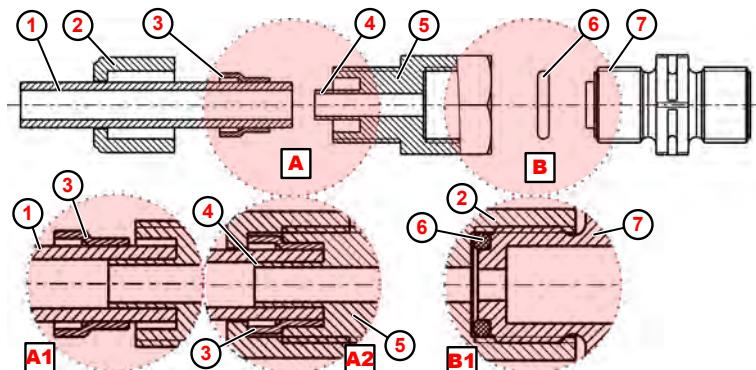

Fig. 7: Conexión de manguera y de tubo con manguito de apoyo integrado
1. Colocar la junta tórica (Fig. 7 , ⑥) en la ranura de la válvula de descarga o aspiración ⑦ .
2. Apretar la unión roscada ⑤ (detalle ⑩).
3. Realizar un corte recto en la manguera ① .
4. Empujar la tuerca de unión ② sobre la manguera ① .
5. Empujar el anillo de apriete ③ sobre la manguera ① .
6. Empujar la manguera ① hasta el tope del manguito de apoyo ④ (detalle: ⑧).
7. Apretar la unión roscada ⑤ (detalle ⑨).